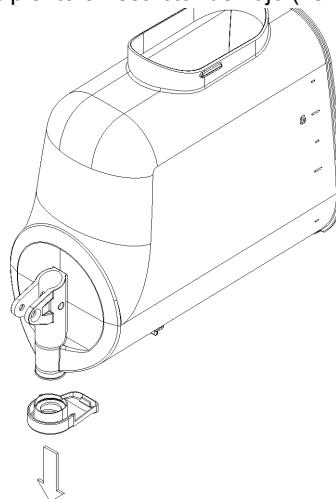

figura 15
- 7 Sacar del recipiente el restrictor de flujo (ver figura 15).
- 5** Sacar del recipiente el restrictor de flujo (ver figura 15).